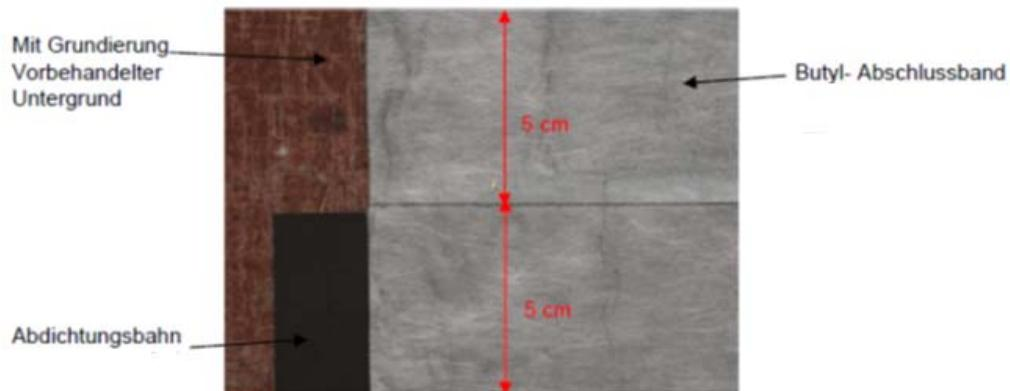

Abbildung 1: Abschluss Oberkante Keller
- (5) Vor dem Einbau der Abdichtungsbahn "BTF FUTHENE WATERSTOP" ist sicherzustellen, dass der Untergrund für den Einbau geeignet (trocken, druckfest, besenrein, frei von Nestern, Rissen, Graten und von schädlichen Verunreinigungen) ist.
- (6) Der Untergrund ist mit dem "BTF SYSTEM SPEZIALPRIMER/KLEBER" nach Hersteller-vorgaben vorzubehandeln.
- (7) Alle Details, insbesondere Durchdringungen von Rohren und Kabeln, sind wasserdicht im System anzuschließen.
- (8) Innen- und Außenkanten bzw. Innen- und Außennecken sind mit entsprechend zugeschnittenen Streifen mind. 20 cm Breite auszukleben und an zu walzen.
- (9) Die Abdichtungsbahnen sind mit dem Untergrund vollflächig ohne Lufteinschlüsse zu verkleben. Die Abdichtungsbahn ist insbesondere an Überlappungen und Rändern kräftig an zu walzen.
- (10) Schnitt- und Überlappungskanten sind mit der selbstklebenden "BTF FUTHENE-NAHTDICHT" zu überkleben und sorgfältig anzudrücken.
- (11) Der Abschluss / Übergang an der Oberkante Keller bzw. Oberkante Gelände ist mit dem Butyl-Abschlussband "BTF BUTYLABSCHLUSSBAND MIT VLIES" zu sichern.
- (12) Das selbstklebende Butyl-Abschlussband "BTF BUTYLABSCHLUSSBAND MIT VLIES" muss zur Hälfte - jeweils 5 cm siehe Abbildung 1 - auf die Bahn und die andere Hälfte an die Wand verklebt werden.